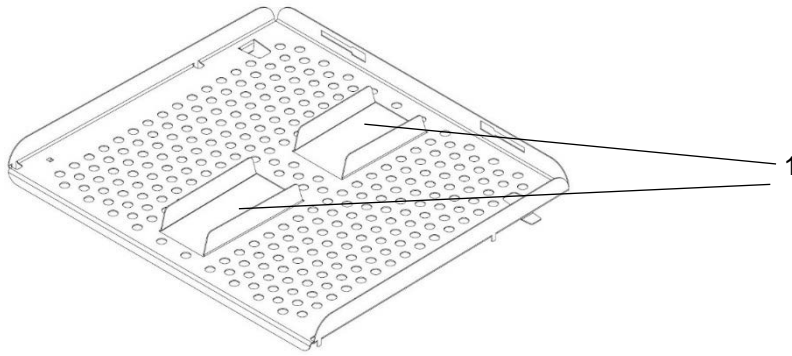

図 14-4. 分割ガイドレール付き有孔棚板（下）
4. 分割されたガイドレール（図 14-4、1）と中央の開口部を下にして有孔棚板を挿入します。